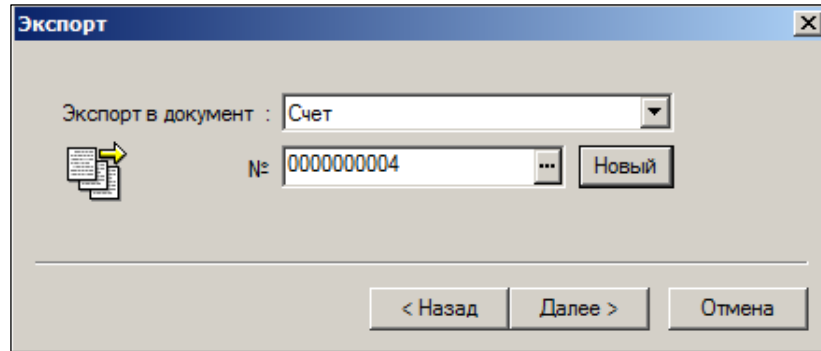

Рисунок 34 – Экспорт контракта с клиентами (2)
4. Нажать кнопку **Далее** (Рисунок 34):